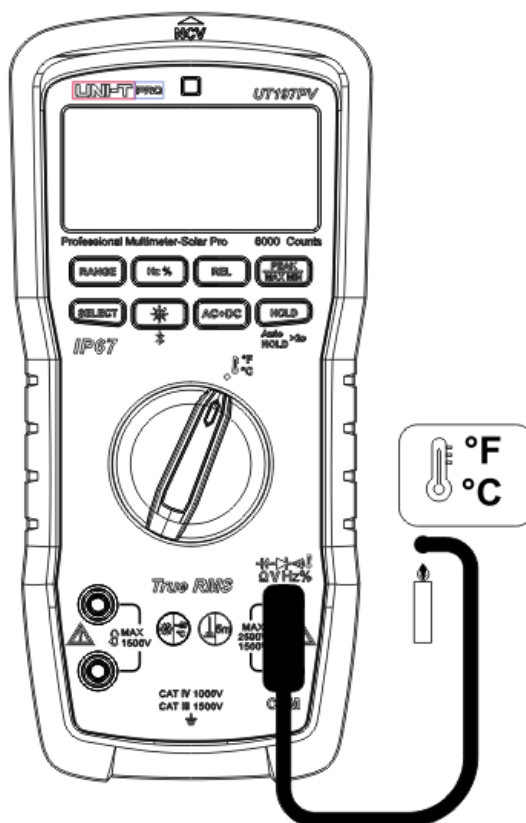

Figure 15
12. Mesure de la température (Figure 15)